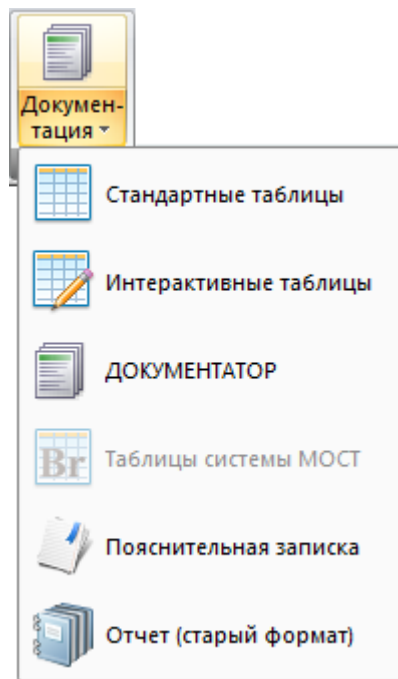

Рис. 91. Раскрывающийся список
**Документация** (рис.91) – раскрывающийся список с заменой, который содержит операции для формирования документации по текущей задаче, таблиц по результатам статического/динамического расчета, создание и компоновка чертежей с различными зафиксированными вариантами расчетной схемы и результатов расчета, формирование отчета или пояснительной записки.